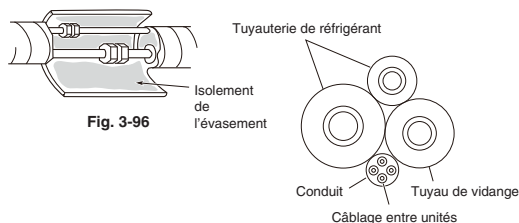

Fig. 3-96
- (3) Plier soigneusement la tuyauterie (si besoin) pour l'acheminer le long du mur vers l'unité extérieure et utiliser du ruban adhésif jusqu'au raccordement. Le tuyau de vidange doit descendre le long du mur jusqu'au point où l'eau ne tachera pas le mur.
- (4) Connecter la tuyauterie de réfrigérant à l'unité extérieure. (Après avoir effectué un test de fuite sur la pièce de connexion, l'isoler avec l'isolation de la tuyauterie. (Fig. 3-96)).